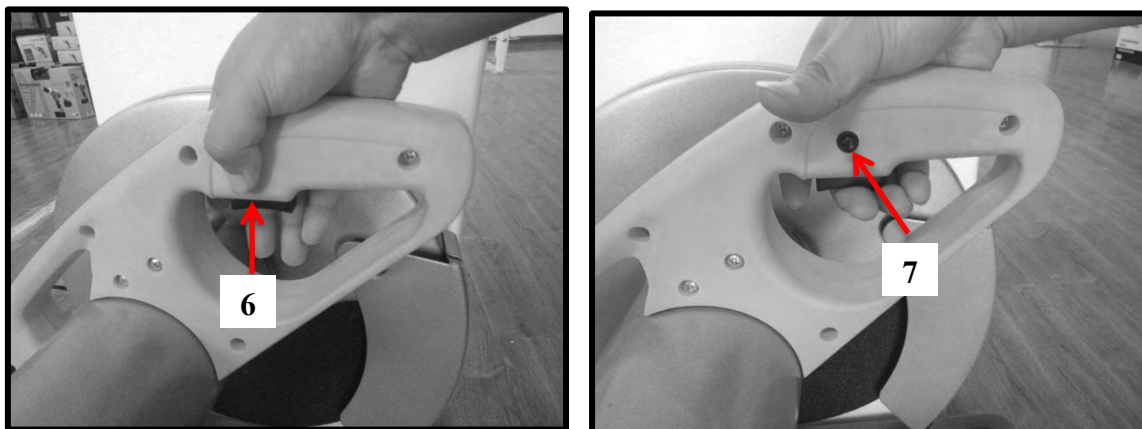

Рис.7
1. Нажмите на предохранительную кнопку **7** (рис.1 и рис.7) и триггерный выключатель **6** (рис.1 и рис.7), чтобы включить отрезной станок.